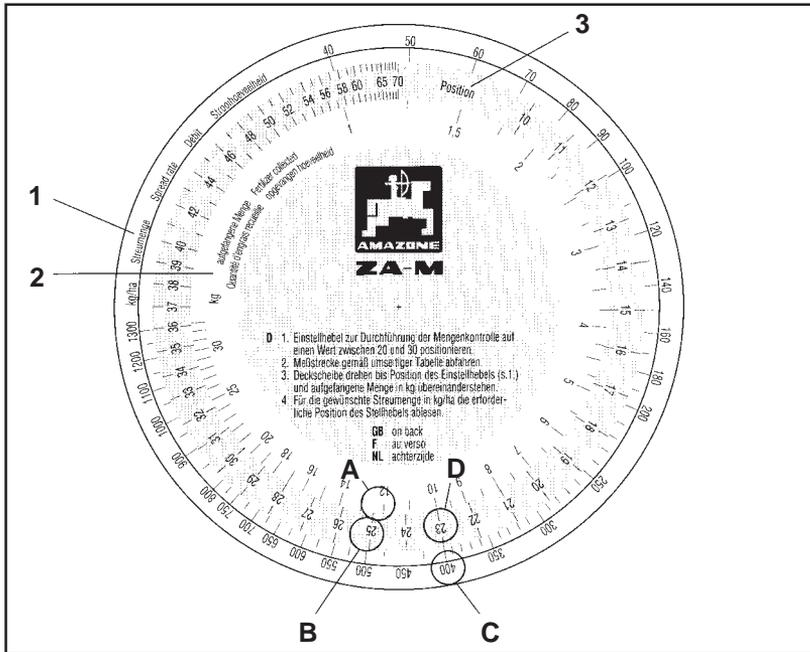

Рис. 7.9
- Возьмите счетный диск. Найдите на шкале (Рис. 7.9/2) для уловленного количества [кг] числовое значение „**12,5**“ (Рис. 7.9/А) и совместите с выбранным положением шиберной заслонки „**25**“ (Рис. 7.9/В) цветной шкалы (Рис. 7.9/3).
- Найдите необходимую норму внесения (**400 кг/га**) (Рис. 7.9/С) на шкале для нормы внесения (Рис. 7.9/1) и определите нужное положение шиберной заслонки (позицию) „**23**“ (Рис. 7.9/Д).